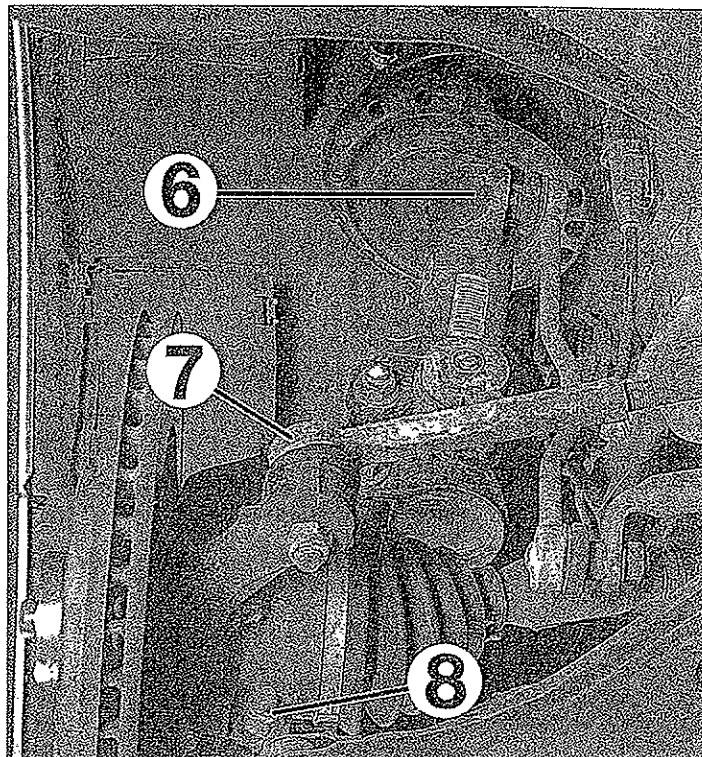

FIG. 2
- Desenroscar la rótula (6) de la bieleta de barra estabilizadora y extraerla del amortiguador (fig. 2).
- las rótulas (6) de barra estabilizadora del amortiguador (fig. 2).
- las rótulas de dirección de las manguetas (7).